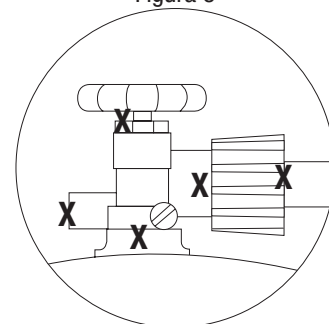

Figura 4
- En caso de que el encendedor no encienda el quemador, use una cerilla encendida colocada en la vara de encendido que se acompaña para encender los quemadores manualmente. Gane acceso a los quemadores por el carcasa. Acerque la llama de la cerilla al lado del quemador (vea Figura 4 y 5).